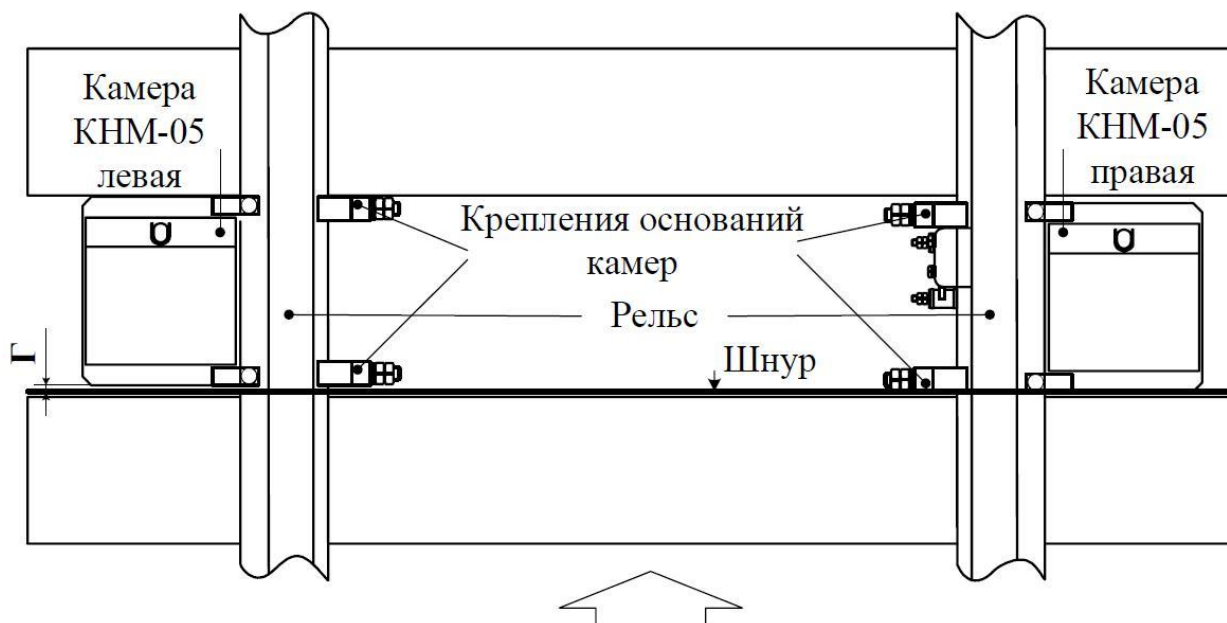

Рисунок 3. Проверка положения камер относительно друг друга
7.2.4. Расположить шнур согласно рис. 3 на уровне задней стенки правой камеры и измерить расстояние «Г» от шнура до задней стенки левой камеры.